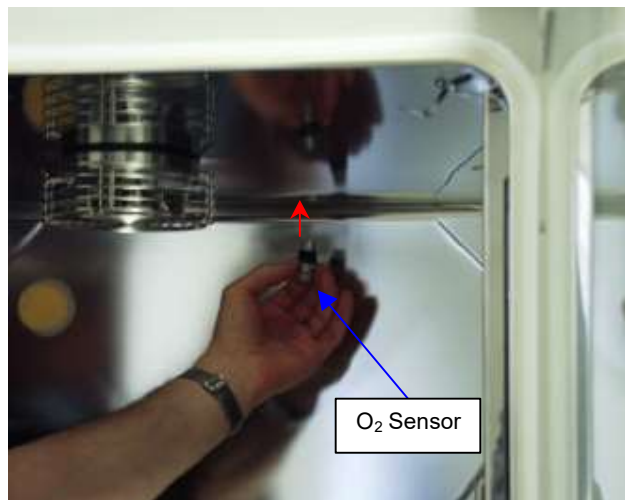

Abb. 1 / Picture 1
1. Stecken Sie den Sauerstoffsensor in die Steckverbindung (verpolungssicher) im hinteren Bereich der Decke des Gerätes. (Bild 1)